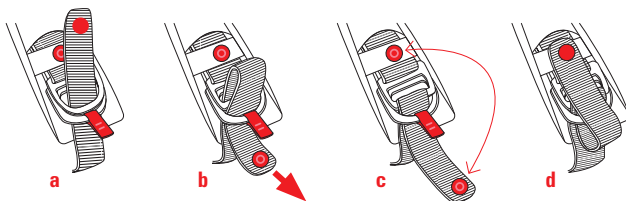

Figura 3
- Para apertar a alça ajustável, insira a extremidade da alça ajustável no interior do sistema de anéis duplos tipo D seguindo a ordem definida na Figura 3, depois aperte as alças ajustáveis contra sua garganta. Em seguida, para prender a ponta solta da alça ajustável, aperte o botão até ouvir um clique.